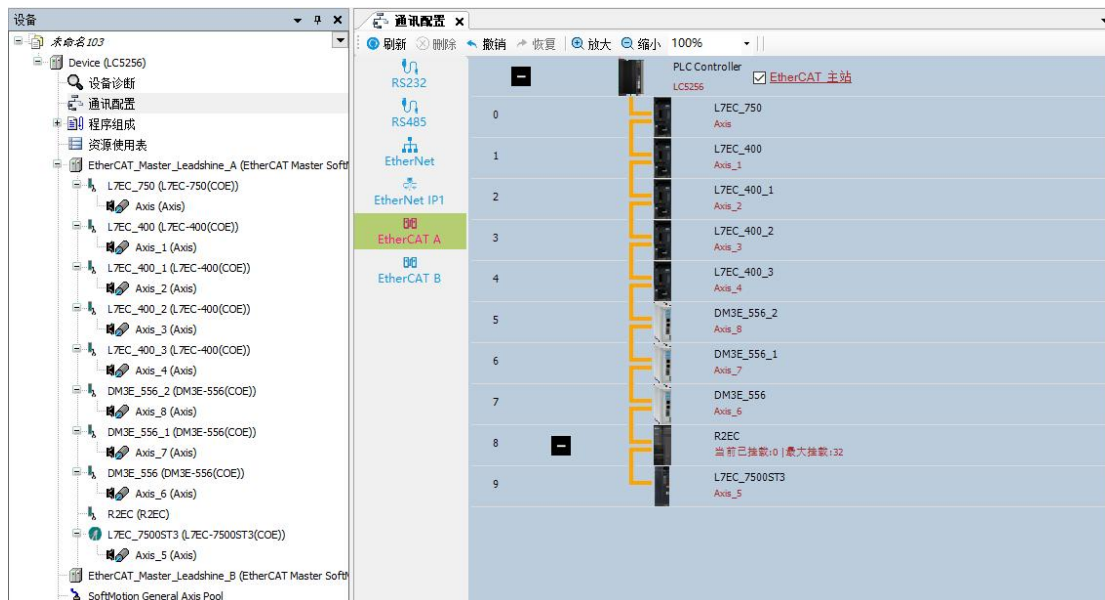

图 2.24 添加步进电机驱动器和 R2 耦合器
- 2) 再拖入 3 个步进电机驱动器、1 个雷赛 R2 耦合器（设备顺序根据工程实际需求配置），如图 2.24 所示。